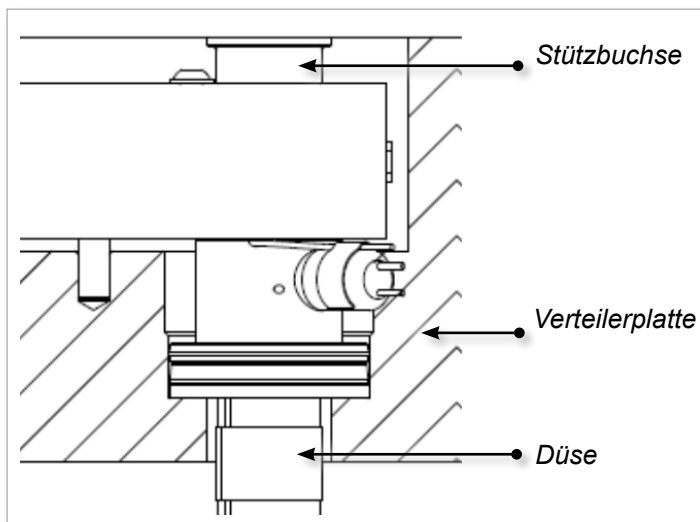

Abbildung 5-25 Stützbuchse in Master-Shield-Systemen
3. Verwenden Sie einen Spannstift, um alle Stützbuchsen in den Verteiler zu montieren. Siehe Abbildung 5-25.